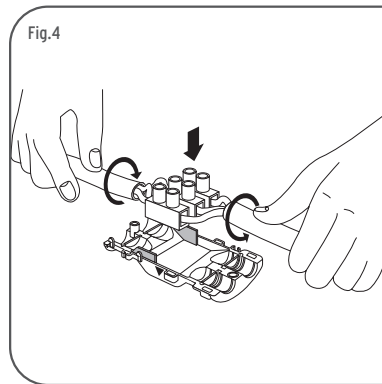

Fig.4
- <IT> Fig. 4 Inserire la morsettiera nella base. Fig.5 Rompere le membrane in corrispondenza dei cavi.
- <GB> Fig.4 Place the terminal block on the base. Fig.5 Break the pre-cracked membranes according to cables entry.
- <DE> Abb.4 Klammer auf die Basis stellen. Abb.5 Schwingblätter bei den Kabeln brechen.
- <FR> Fig.4 Placer le domino sur la base. Fig.5 Casser les membranes de protection en correspondance du passage des cables.
- <ES> Fig.4 Introducir las puntas del cable en la regleta. Fig.5 Romper los pivotes del separador.
- <PT> Fig.4 Inserir os condutores na placa de bornes. Fig.5 Romper os pinos separadores.
- <RUS> Рис.4 Ввести клеммную колодку в основание. Рис.5 Сломать мембраны в соответствии с кабелями.